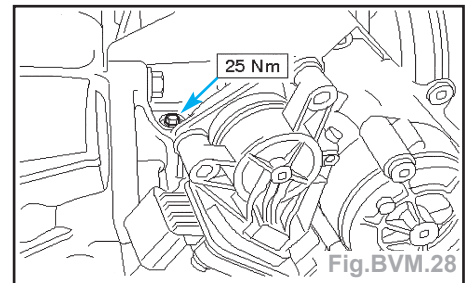

Fig.BVM.28
- Desserrer la vis du support d'actionneur de passage automatisé des rapports (Fig. BVM.28).